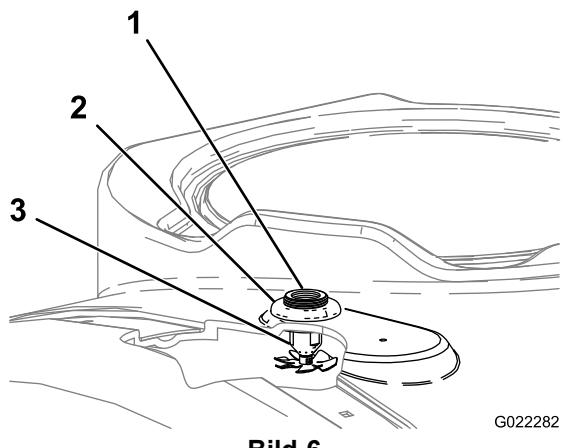

Bild 6
2. Stecken Sie die Düse durch die gebohrten Löcher (Bild 6).
3. Legen Sie die Kunststoffbundmutter auf das Gewinde des Schotts oben am Behälter (Bild 6). Stellen Sie sicher, dass die Dichtung richtig zwischen dem Schottanschlussstück und der Unterseite des Behälters sitzt.